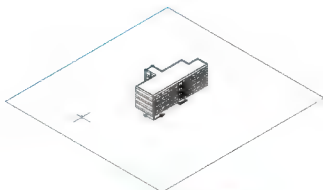

图 6.71 建立地平平面模型
(3) 由于矩形属于多段线，只有轮廓信息而没有内部信息，所以需要将矩形变成面域。启动【面域】命令（快捷键 REG），在**选择对象**提示下，选择矩形后按 Enter 键结束命令。
(4) 执行菜单栏中的【视图】|【三维视图】|【西南等轴测】命令，将视图调整至轴测图状态，结果如图 6.71 所示。